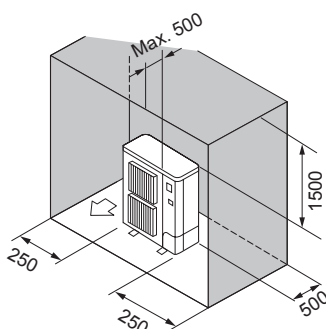

Fig. 2-11
- ⑥ Enbart hinder på baksidan, sidorna och ovsidan (Fig. 2-11)